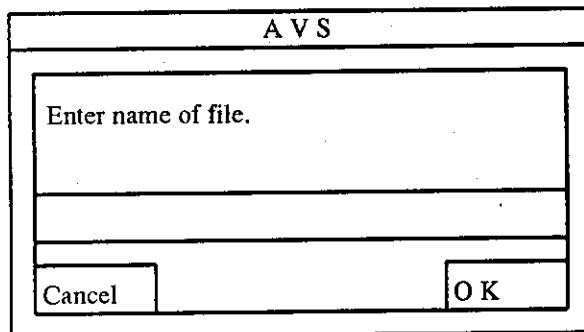

図 2.10 ファイル名の入力
- 3) 同様にネットワークコントロールパネルの write field ボタンをクリックするとファイルブラウザを表示します。次にファイルブラウザの New File ボタンをクリックすると図 2.10のようなウィンドウを表示します。